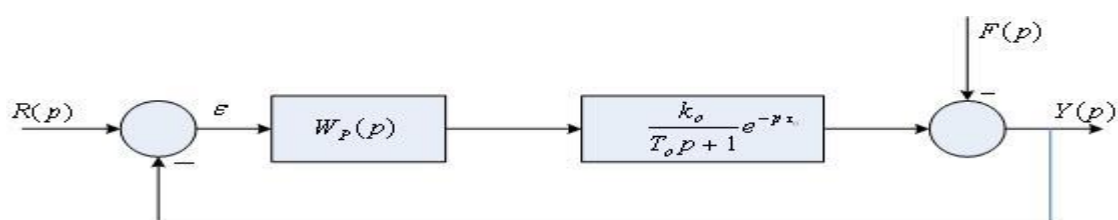

Рис. 3. Структурная схема САУ
4. Настройте параметры ПИД – регулятора по методу СНР системы, состоящей из функционально необходимых элементов. Структурная схема системы приведена на рис. 3, исходные данные для первого варианта – в табл. 5.
- 4. Настройте параметры ПИД – регулятора по методу CHR системы, состоящей из функционально необходимых элементов. Структурная схема системы приведена на рис. 3, исходные данные для второго варианта – в табл. 5.